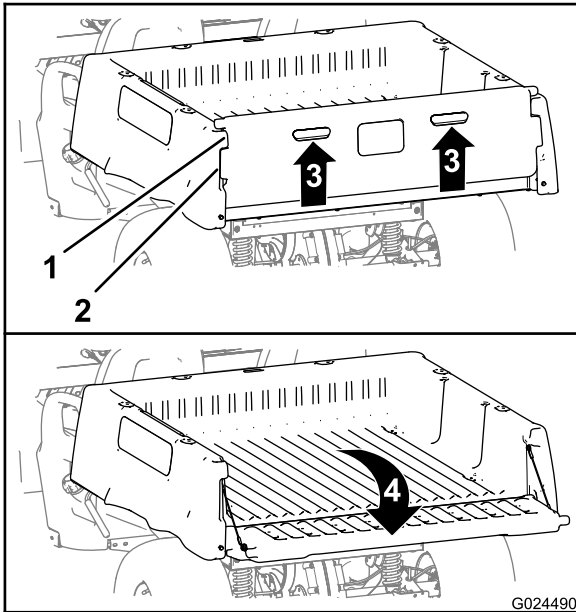

Figura 20
2. Tire hacia arriba del portón usando los tiradores del panel trasero (Figura 20).
4. Gire hacia atrás y hacia abajo (Figura 20).
6. Gire el portón hacia arriba y hacia adelante hasta que las pestañas de bloqueo del portón trasero estén enrasadas con el hueco de la plataforma de carga (Figura 20).
7. Baje el portón hasta que quede apoyado en la parte trasera de la plataforma de carga (Figura 20).